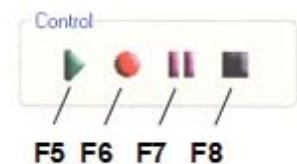

Figure 27: ショートカットキーは、以下の通りです。
5. **Short Cut Keys:** (図 27) ショートカットキーは、以下の通りです。